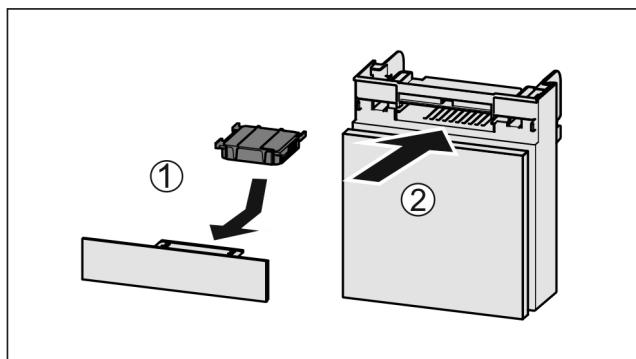

Fig. 84
- Поставете Fig. 84 (1) филтъра с активен въглен, както е показано на фигурата.
- Вкарайте Fig. 84 (2) отделението.